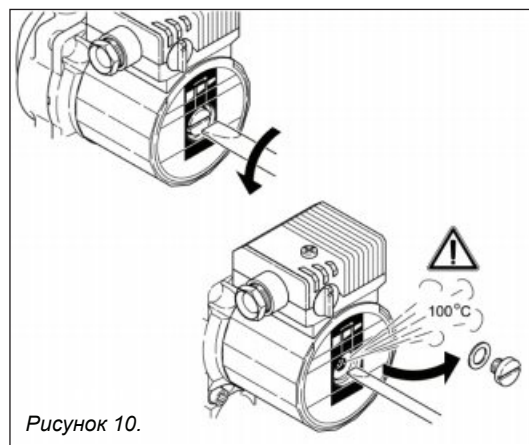

Рисунок 10.
3. Медленно откройте отверткой воздушный винт (осторожно - горячая вода!). Удалите воздушный винт полностью. См. Рисунок 10.